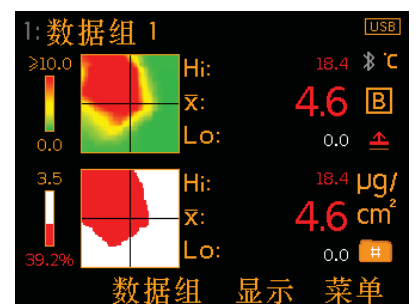

图8: 盐密度图和通过/失败图
- 盐密度图a(图8); 提供盐污染过的试验区的密度的视觉指示. 可溶性盐的水平是使用绿色和红色轮廓系统指示; 绿色为非常低的盐浓度或未被污染的地区; 黄色为中盐的浓度区域; 红色为盐污染水平超过规定的图比例范围地区.